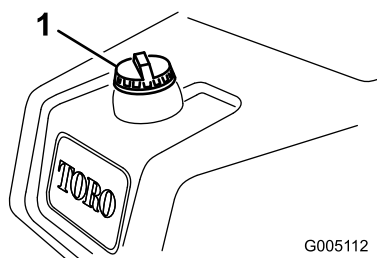

図 24
1. 燃料キャップの周囲をきれいに拭いてキャップを外す 図 24。